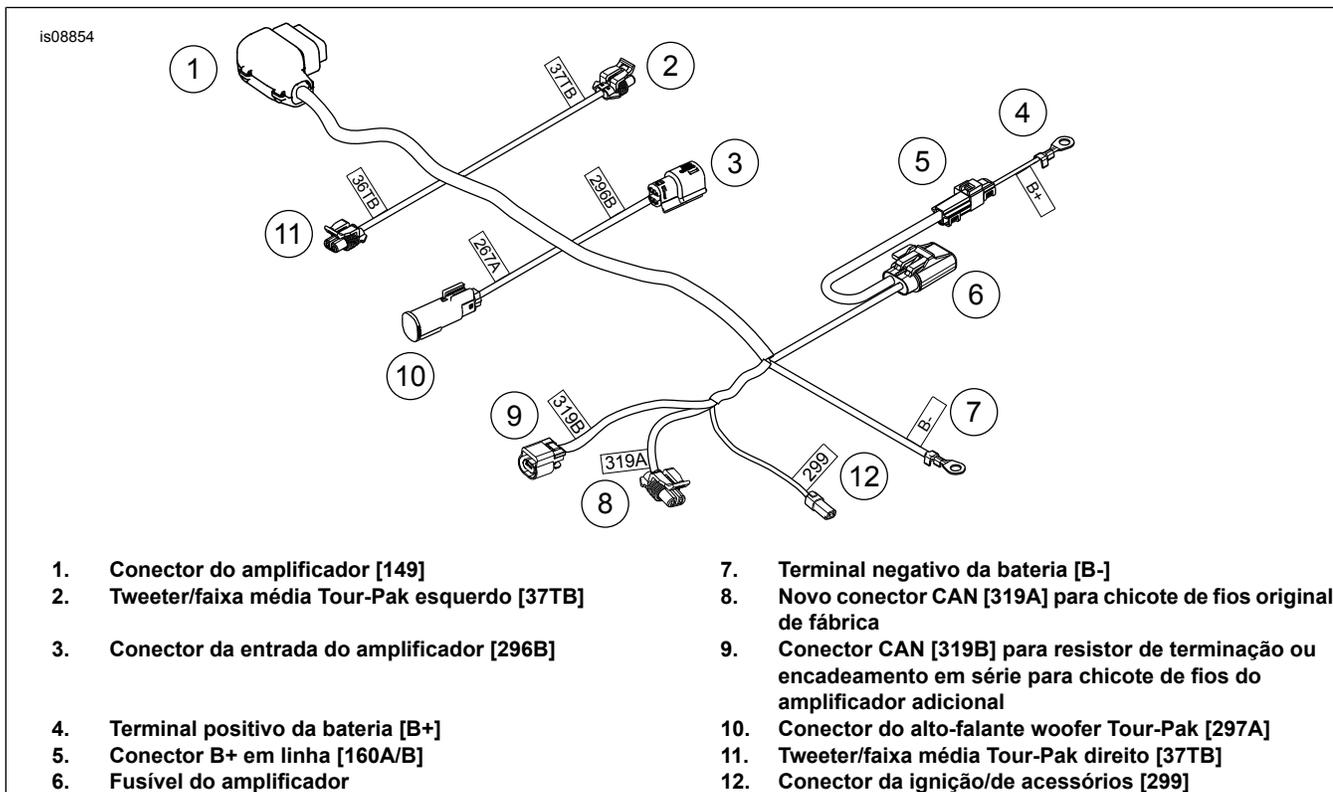

Figura 5. Chicote de fios da fiação do amplificador principal
- Consulte Figura 5. Comece a orientação do chicote de fios do amplificador do conector grande de 23 pinos [149] (1), movendo para frente no veículo. O conector grande **não cabe** nas passagens mais estreitas.
- Passe o restante do chicote de fios na frente do veículo pelo espaço entre o suporte do Tour-Pak (3) e o para-lama (4).
- Localize o conector Molex preto de quatro pinos [296A] próximo à parte de trás da área sob o assento. **Modelos FLHX/FLTRX:** em um chicote de fios jumper vindo da carenagem. **Modelos FLHTCU/FLHTK:** em um chicote de fios adaptador com dois conectores de 16 pinos ([162C] e [162D]) e dois conectores de quatro pinos ([296A] e [297B]). **Com APENAS UM amplificador Stage II instalado na parte traseira:** remova o plugue do conector [296A]. Conecte o chicote de fios do amplificador. **Com DOIS ou mais amplificadores Stage II instalados na parte traseira:** conecte o chicote de fios de entrada de áudio nas metades do conector [296A] e [297B] no chicote de fios de interconexão (2). Conecte o conector do chicote de fios do amplificador (3) [296A] no chicote de fios de entrada de áudio.
- e. Conecte [319A] do chicote de fios fornecido com o kit (veja Figura 5 , item 8) ao [319B] do veículo.
- f. Se essa for a única conexão do amplificador (traseiro) nessa instalação, conecte o lado do [319B] do chicote de fios (veja Figura 5, item 9) do kit de volta no conjunto do resistor de terminação do passo "B" acima. Se forem usados vários amplificadores traseiros, faça um encadeamento em série [319B] deste chicote de fios ao [319A] do próximo chicote de fios do amplificador. Sempre verifique se o conector restante [319B] está conectado no resistor de terminação do veículo.